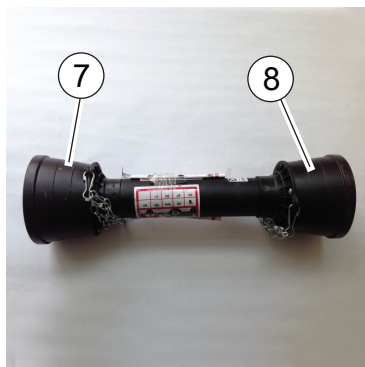

Fig.66
- Cuffia di protezione dell'albero cardanico lato trattore compresa di catenelle di trattenuta (7, "Fig.66").
- Cuffia di protezione albero cardanico lato macchina compresa di catenelle di trattenuta (8, "Fig.66").
- PTO protection element tractor side with fixing chains included (7, "Fig.66").
- Protective boot drive shaft machine side including chains of restraint (8, "Fig.66").
- Bonnet de protection arbre à cardan coté tracteur avec chaine de retenue compris (7, "Fig.66").
- Bonnet de protection arbre à cardan coté machine avec chaine de retenue compris (8, "Fig.66").
- Schutzelement der Gelenkwelle Maschinenseite mit Ketten Zurückhaltung (7, "Fig.66")
- Schutzhülle der Gelenkwelle von Maschinenseitig mit Ketten der Zurückhaltung (8, "Fig.66")
- Protección del machinedan lado tractor incluido las cadenas de retención (7, "Fig.66")
- Cofia de protección arborizo transmisión extensa máquina comprendida de cadenas de retención (8, "Fig.66")
- Cobertura de proteção do eixo cardan do lado do trator incluindo correntes de retenção (7, "Fig.66")
- Cobertura de proteção do eixo cardan do lado da máquina incluindo correntes de retenção (8, "Fig.66")